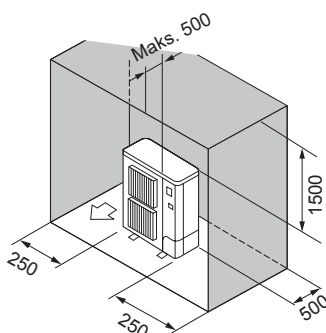

Fig. 2-11
- ⑥ Kliūtys tik gale, šonuose ir viršuje (Fig. 2-11)